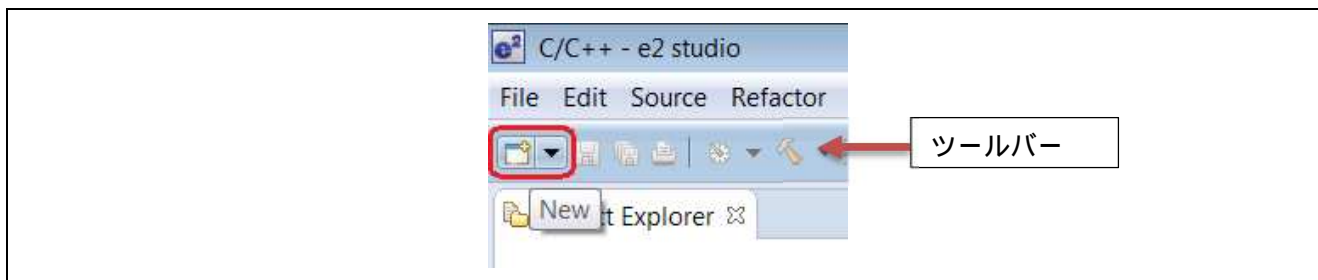

図 3.3 Start a New Project
7. 図 3.3 に示すように、ツールバーの [New] アイコンのとなりにある黒い三角形をクリックして、新しいプロジェクトをスタートさせます。